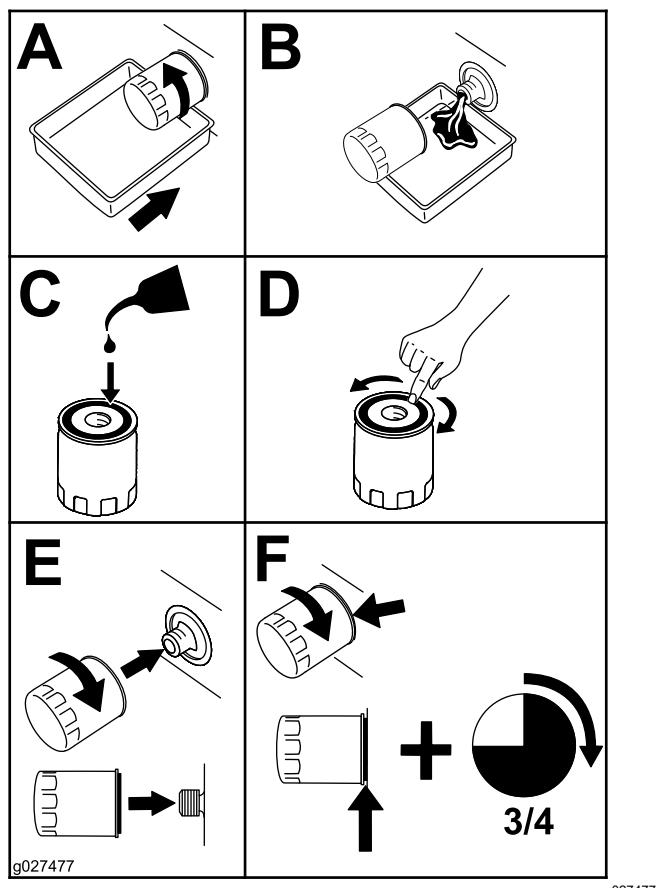

Figura 42
4. Sustituya el filtro de aceite del motor (Figura 42).